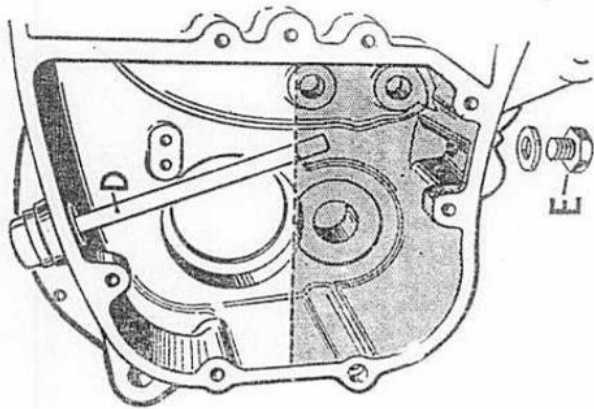

Fig. 24.
En dehors d'un empiéssage d'appoint à intervalles réguliers, cet organe ne doit exiger que très peu d'entretien. Le bouchon de remplissage porte une règlette-jauge (D) Fig. 24 et le niveau d'huile doit être maintenu au niveau du repère que porte la règlette-jauge.
Pour vidanger la boîte, ce qui doit être entrepris de préférence lorsque l'huile est chaude après que la machine ait roulé, dévisser le bouchon de vidange (E) Fig. 24, sous la boîte. A la remise en place, s'assurer que la bague d'étanchéité soit en bon état car, autrement, il pourrait se produire une fuite d'huile. La contenance de la boîte est d'environ 280 cm³ et les huiles appropriées sont énumérées à la page 28.